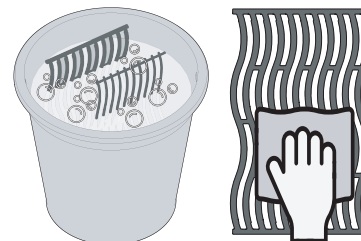

Fig. 3
- Lave as grelhas à mão com água e sabão neutro para remover qualquer resíduo do processo de fabricação. NÃO lave na lava-louças. (Fig. 3)